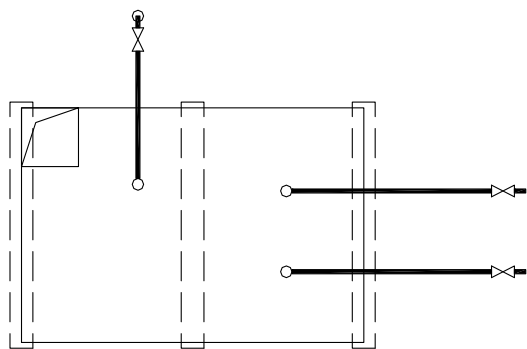

图 4-38 打开剖面剖切素材
① 按 Ctrl+O 组合键，打开配套光盘提供的“第 4 章/4.3.1 剖面剖切.dwg”素材文件，结果如图 4-38 所示。